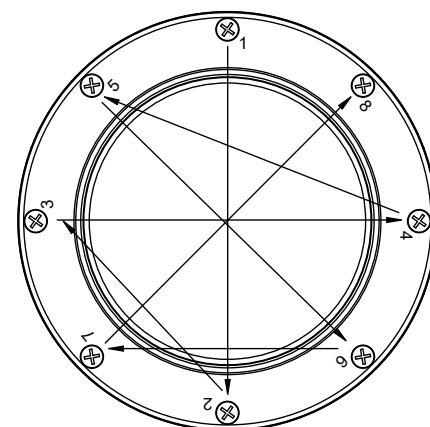

Fig. 3
- 5) Serrer les vis dans l'ordre indiqué à la figure 3, à un couple de 20 à 25 lb/po² (2,3 – 2,8 Nm).